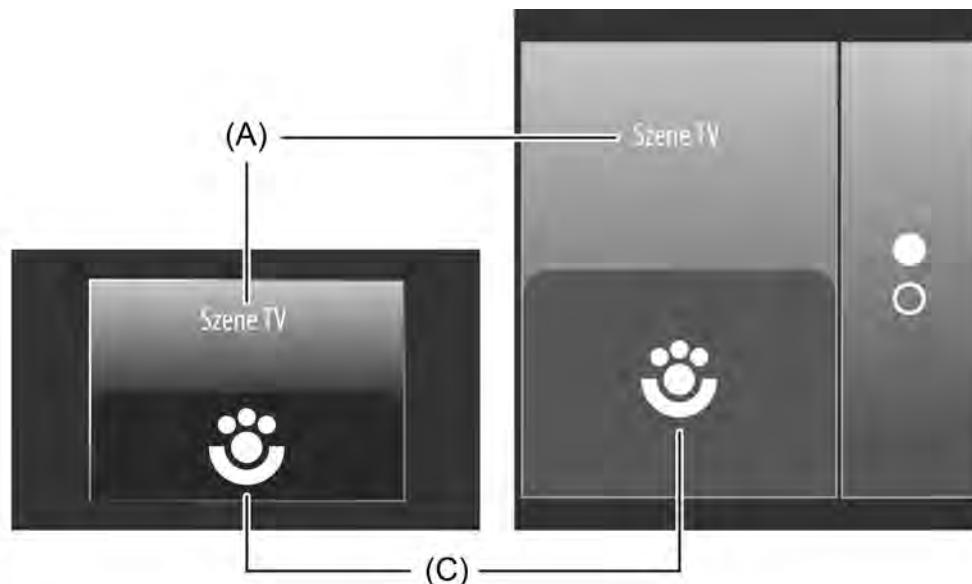

Bild 38: Beispiel für Bedien- und Anzeigeelement der Kanalfunktion "Szenennebenstelle"
Der Anzeigebereich enthält verschiedene Darstellungselemente (Bild 38), die durch ETS-Parameter beeinflusst werden. Jedem KNX Kanal kann in der ETS eine Bezeichnung vergeben werden (A). Diese Text-Bezeichnung wird im Anzeigeelement zentriert zur Anzeige gebracht, wodurch steuerbare KNX Funktionen für den Anwender kenntlich gemacht werden (z. B. "Szene TV").